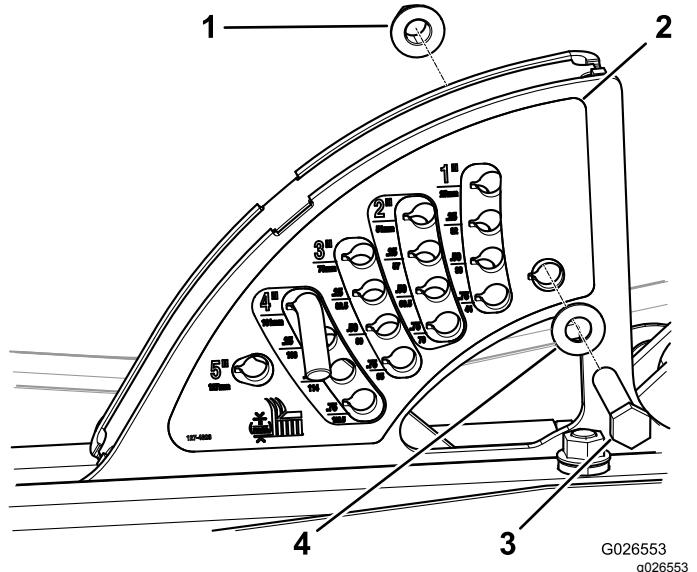

Figura 6
- Cole o novo autocolante da altura de corte no suporte (Figura 6).
- Instale o parafuso ($\frac{1}{2}$ pol. x $2\frac{3}{4}$ pol.), a anilha plana e a porca de bloqueio ($\frac{1}{2}$ pol.) no orifício inferior traseiro do novo autocolante, conforme indicado na Figura 6.